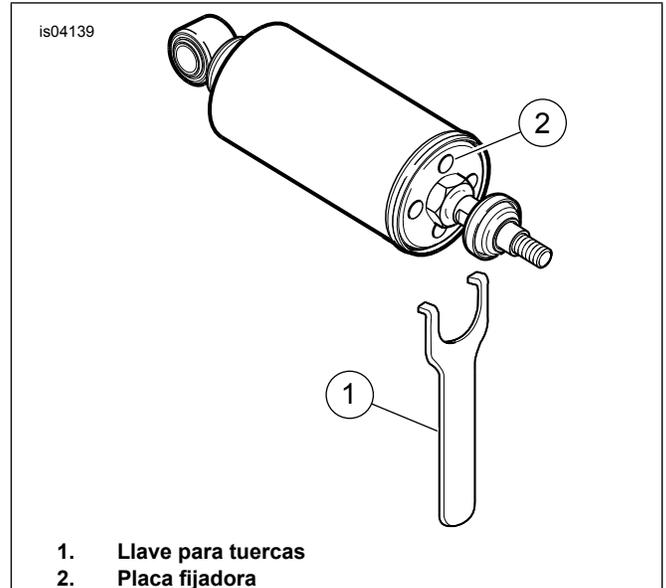

Figura 3. Llave para tuercas (número de pieza HD-94455-89)
3. Vea Figura 3. Use la llave para tuercas de amortiguador (1) (número de pieza HD-94455-89) para girar cada placa fijadora (2) para liberar o comprimir los resortes. **Para cargas más pesadas:** Gire las placas fijadoras HACIA AFUERA (hacia la izquierda, hacia la contratuerca), para aumentar la precarga del resorte. **Para cargas más livianas:** Gire las placas fijadoras HACIA ADENTRO (hacia la derecha, en dirección opuesta a la contratuerca), para disminuir la precarga del resorte.